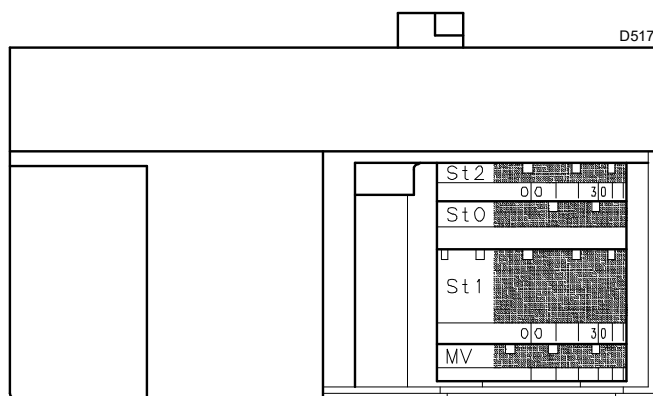

Abb. 27
- Zur Verringerung den Winkel des orangefarbenen Hebels (Abb. 27 auf Seite 27) mit kleinen Verstellungen schrittweise reduzieren, d. h. vom Winkel 15° auf 13° - 11° bringen...